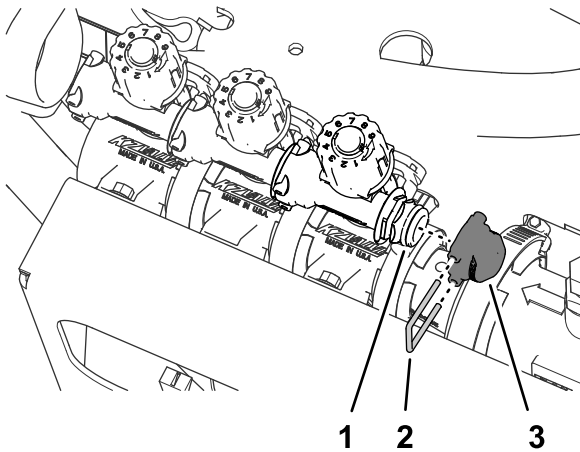

Bild 65
- Entfernen Sie den Halter, mit dem die Kappe des Schnelltrennanschlussstücks des Sicherheitsventils befestigt ist, und entfernen Sie die Kappe (**Bild 65**).